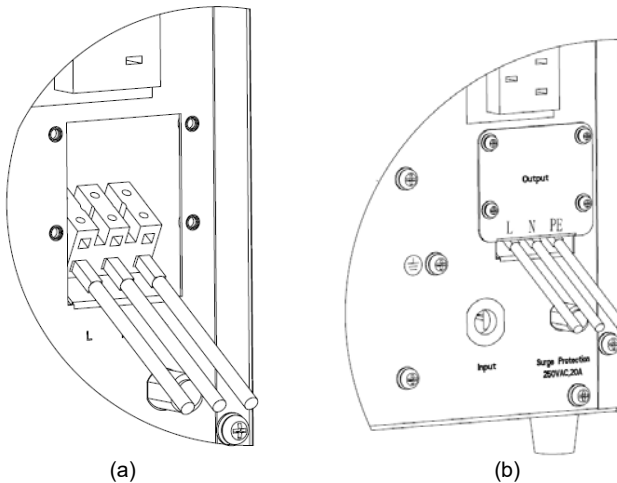

Рис.3 Вихідна клема 3KVA
- 2). Використовуйте дроти AWG14 для з'єднання клем, як показано на рис. 3(а).
- 4). Встановіть кришку на задню панель, як показано на рис.3(б).